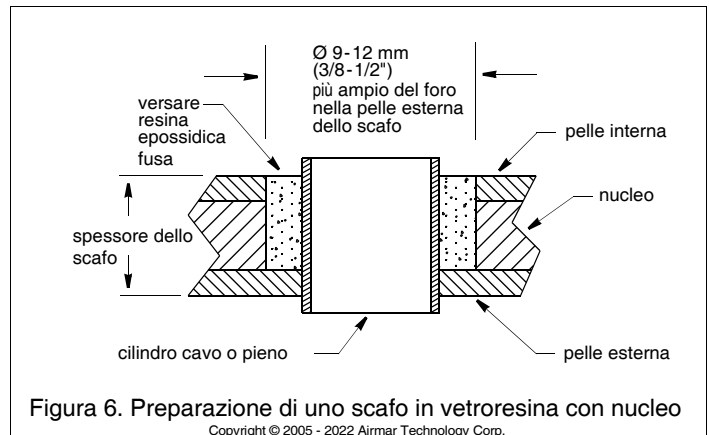

Figura 6. Preparazione di uno scafo in vetroresina con nucleo
2. Utilizzando una sega a tazza da  $\varnothing 51\text{mm}$  o  $2''$ , ritagliate il foro dall'esterno dello scafo attraversando esclusivamente la pelle *esterna* (figura 6).